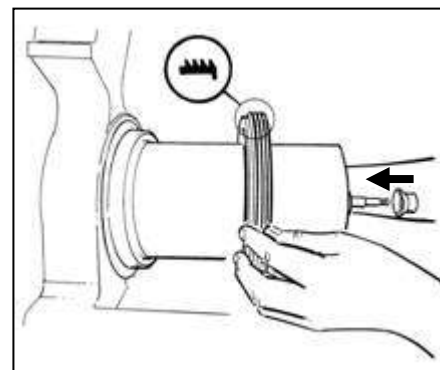

Fig. 20
- Remonter le joint arrière du bac et celui frontal à ventouse, en faisant attention au sens du premier, comme illustré sur la figure 20.